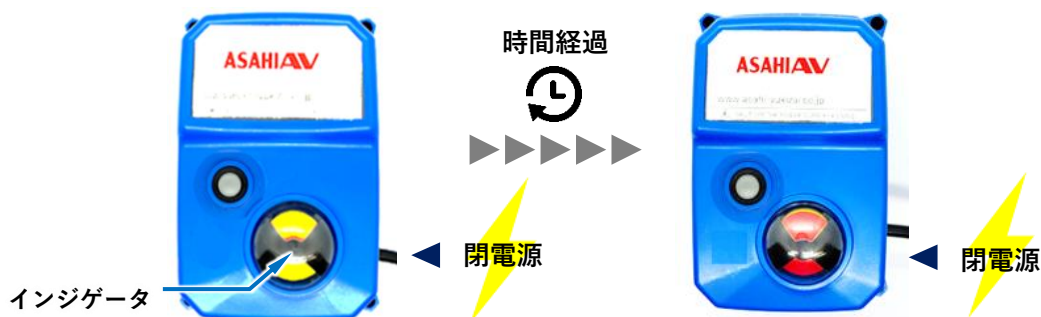

図 7.2-1 右開制御
- ① アクチュエータのインジゲータが『黄色一色』であることを確認します。
- ② 配電盤からアクチュエータへ右開電源(ブリケーブルの青-赤間に電源)を供給します。
- ③ 時間経過後、アクチュエータのインジゲータが『赤色一色』で自動停止することを確認します(図 7.2-1)。